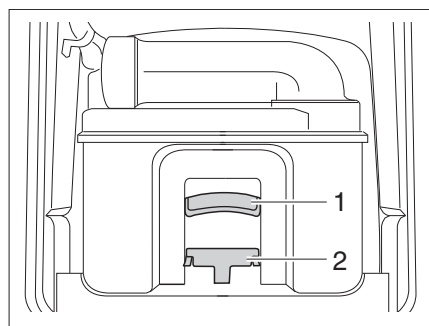

Fig. 144 Cassetta Thetford
- Tirare la staffa di supporto (Fig. 144,2) verso il lato anteriore per sbloccare la cassetta della toilette ed estrarre la cassetta mediante la maniglia (Fig. 144,1).